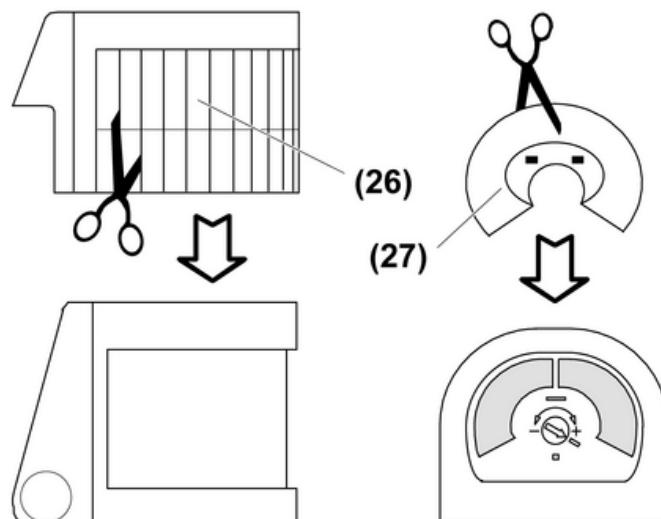

Bild 25: Aufsteckblende ausschneiden
- Aufsteckblende (26) ausschneiden (Bild 25).
- Beim System-Sensor 240° besteht zusätzlich die Möglichkeit, eine Blende (27) auf den Unterkriechschutz zu stecken.
- i** Wird der System-Sensor 240° an einer geraden Hauswand montiert ist der Erfassungsbereich durch die Aufsteckblende (26) auf 180° einzuschränken. Andernfalls führt das Erfassen der Hauswand aus kürzester Entfernung zu Fehlschaltungen.